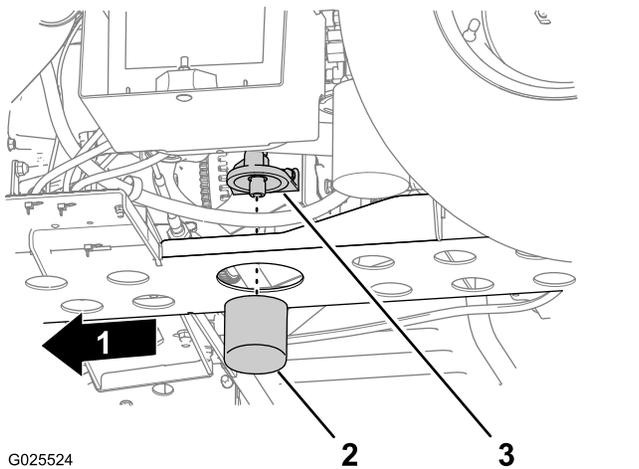

Рисунок 45
5. Снимите масляный фильтр с переходника фильтра (Рисунок 45).
6. Начисто протрите уплотнительное основание переходника фильтра (Рисунок 45).
8. Наверните фильтр до контакта основания прокладки с переходником фильтра, затем затяните фильтр, повернув его по часовой стрелке еще на 1/2-2/3 оборота (Рисунок 45).